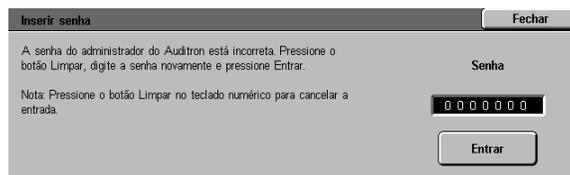

Figura 14: tela Senha do administrador do Auditron
- 1 Na tela Administração do Auditron, toque em **Senha do administrador do Auditron** para exibir a tela Senha do administrador do Auditron, conforme ilustrado na Figura 14.